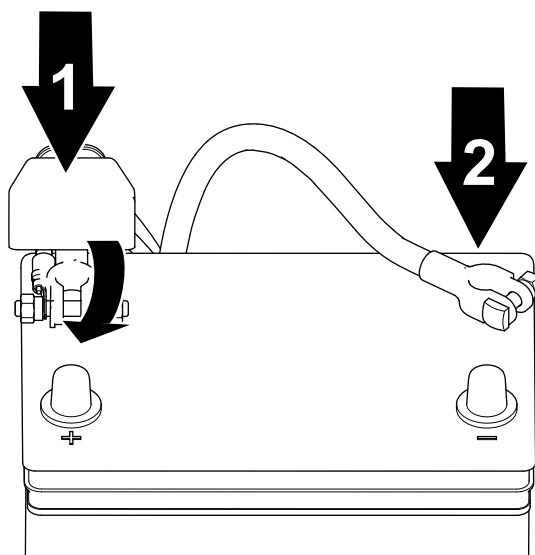

Рисунок 39
2. Подсоедините положительный кабель к аккумулятору и затяните зажимную гайку аккумулятора (Рисунок 39).
3. Подсоедините отрицательный кабель к аккумулятору и затяните зажимную гайку аккумулятора (Рисунок 39).